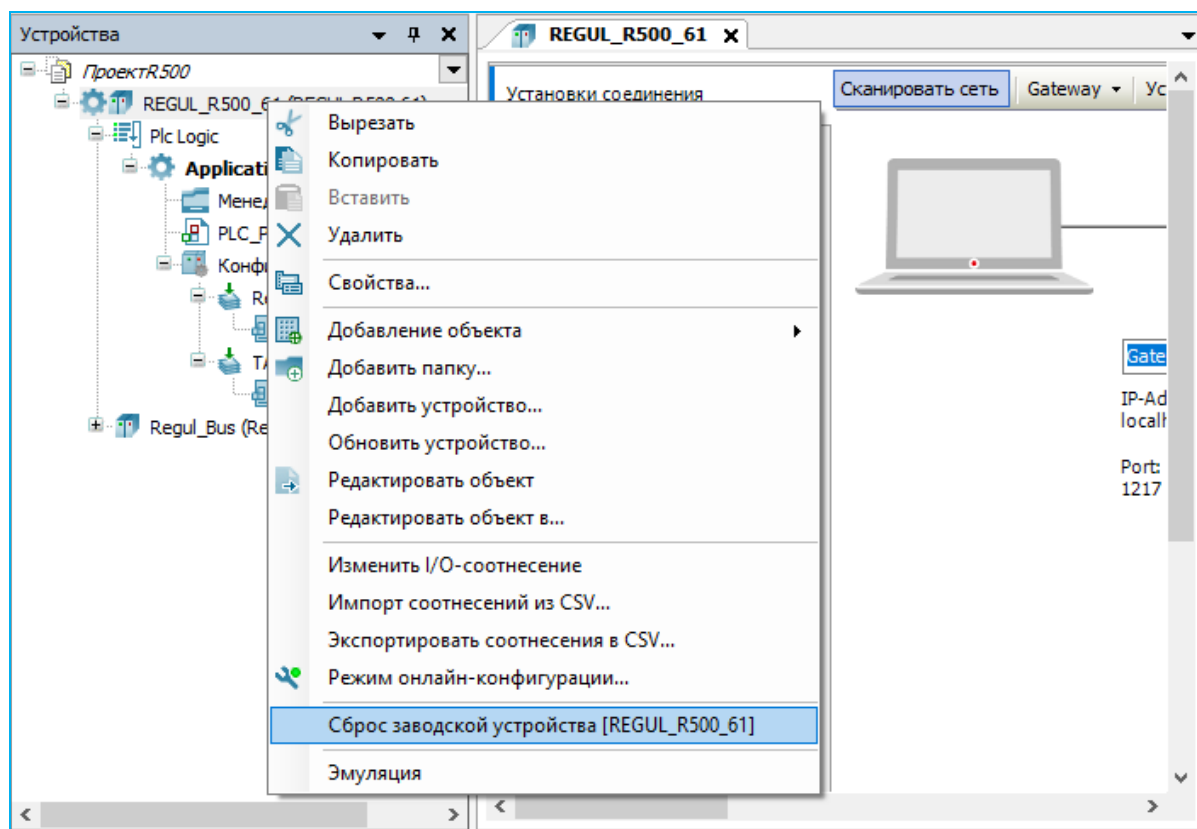

Рисунок 153 – Контекстное меню устройства
- в окне дерева устройств поместите курсор на название контроллера **REGUL...**, нажмите правую кнопку мыши (Рисунок 153);